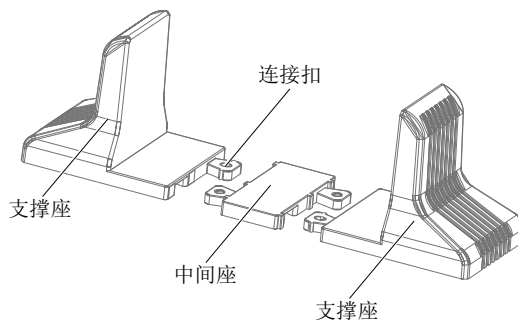

图2-7 连接支撑座和中间座
1. 从附件中取出支撑座，将 1 对支撑座（附件）和 1 个中间座（附件，仅适用于 16kVA/20kVA 机型）通过连接扣组装在一起，如图 2-7 所示，平置于安装台面上。